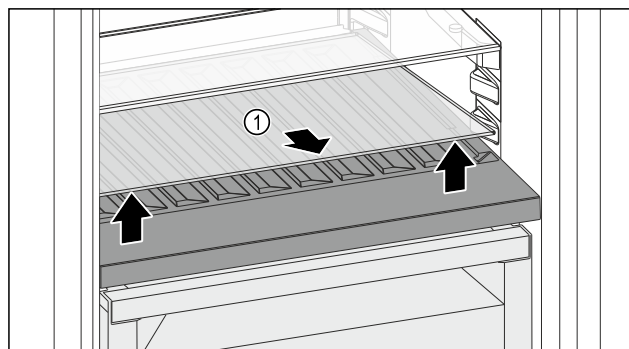

Fig. 144
- Lyft glasskivan *Fig. 144 (1)* i ursparingen framtill och ta ut den.
- Förvara glasskivan *Fig. 144 (1)* säkert utanför skåpet.